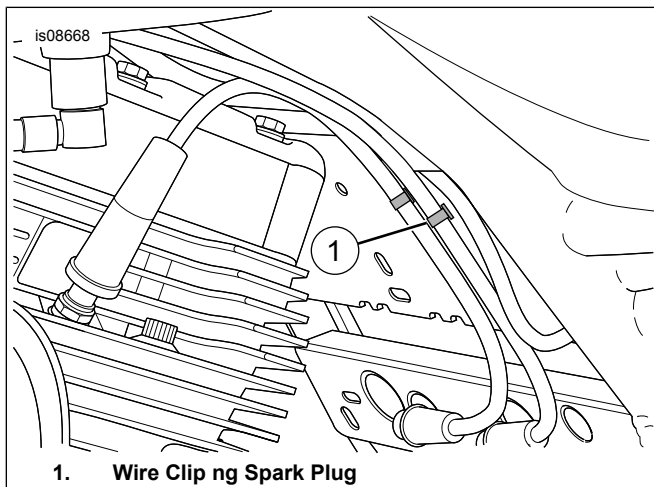

Figure 3. Wire Clip ng Spark Plug
4. Tingnan ang Figure 3 . Tanggalin ang wire clip ng spark plug (1).